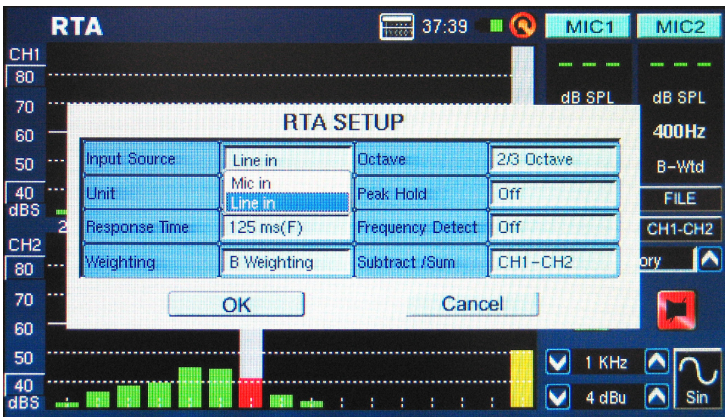

图 27
- 进入SET菜单，将输入声源设置成“Line”，将测量单位按需求设置成“dBu”，“dBV”，或“Voltage”(图 27, 28)。